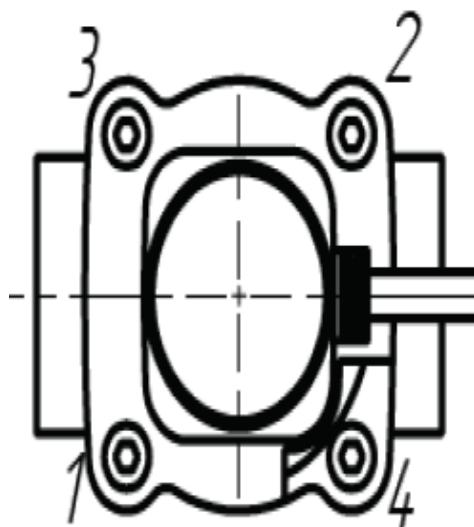

Рис. 4
5) Затянуть 4 болта М4 в определенной последовательности согласно Рис. 4.